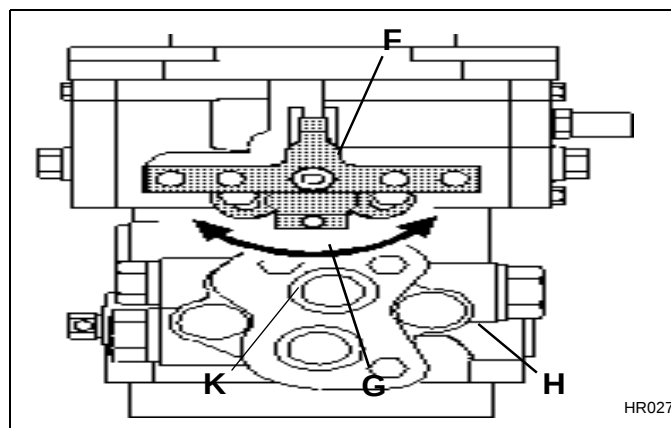

Figura 4H
1. Comprobar que el brazo de retorno (**K-Figura 4H**) en la bomba esté ajustado en neutro, Sección 3.7.